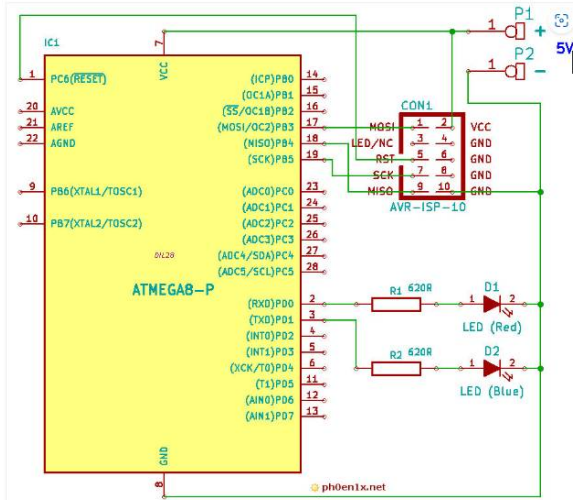

Рисунок 6.2 – Електрична схема що миготить двома світлодіодами
6. Побудувати схему наведену на рис. 6.2.